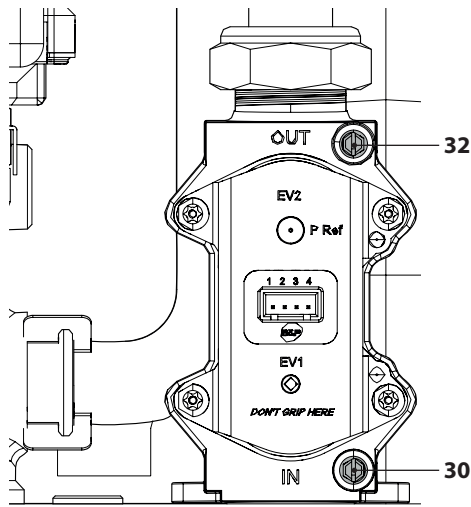

Figura 7.1
- A caldaia spenta (fuori servizio), controllare la pressione di alimentazione utilizzando la presa 30 in Figura 7.1 e confrontare il valore letto con quelli riportati nella tabella Pressioni di alimentazione gas nella sezione "Dati tecnici M302V.2025 SB" a pag. 26, "Dati tecnici M302V.2530 SB" pag. 30 e "Dati tecnici M302V.3035 SB" pag. 34.
- Richiudere bene la presa di pressione 30 in Figura 7.1.